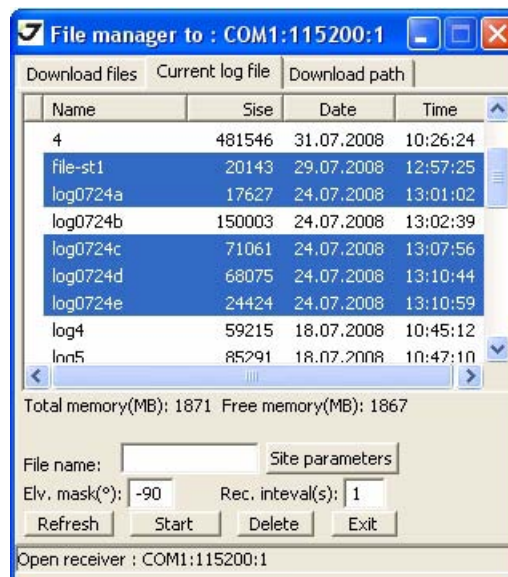

Рисунок 5-6. Закладка Current log files
3. Нажмите *File* ► *File Manager*, затем откройте закладку *Current log files* и выберите файлы, которые нужно удалить (Рисунок 5-6).
5. Нажмите *Delete* (Рисунок 5-6 на стр. 49).